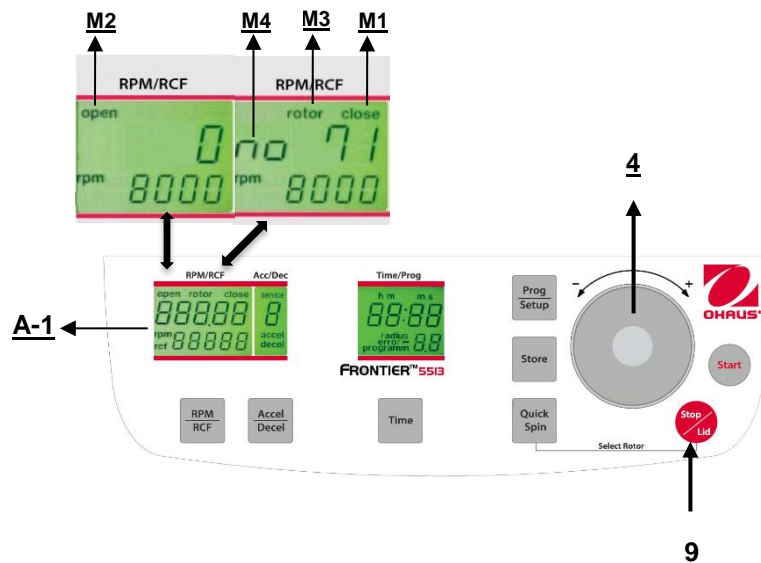

Figure. 15
Avant une centrifugation, lors de la fermeture du couvercle de la centrifugeuse, le mot "**close**" (M1) apparaît sur l'affichage "**RPM/RCF**" (A-1). De plus, si un rotor se trouve dans la centrifugeuse, le mot "**rotor**"(M3) apparaît ainsi que le numéro de code du rotor s'y trouvant installé "**71**" (M4). En l'absence de rotor dans la centrifugeuse, le mot "**rotor**"(M3) clignote et apparaît en supplément le mot "**no**" (M4). En appuyant sur la touche "**Stop/Lid**" (9), l'utilisateur pourra libérer le couvercle de la centrifugeuse. Aussitôt que le couvercle est complètement libéré, le mot "**open**" (M2) apparaît. Il est dorénavant possible d'ouvrir le couvercle de la centrifugeuse. Se reporter à la figure 15 ci-dessous pour référence.
Le couvercle ne doit être que très légèrement abaissé. Un verrouillage électromagnétique du couvercle le referme et simultanément, le mot "open" (M2) disparaît (voir la figure 15).